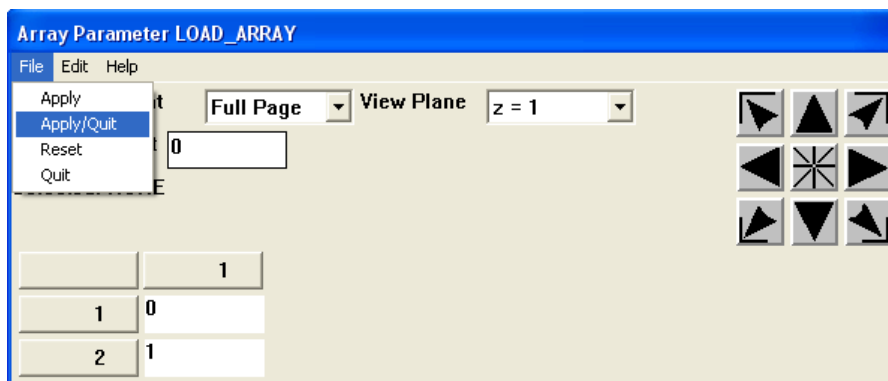

Рисунок 51. Определение первого и последнего значения силы с помощью окна *Array Parameter LOAD_ARRAY*
- Необходимо сохранить указанные значения и выйти из данного окна с использованием пункта *File > Apply/Quit* раскрывающегося меню данного окна (Рисунок 51).